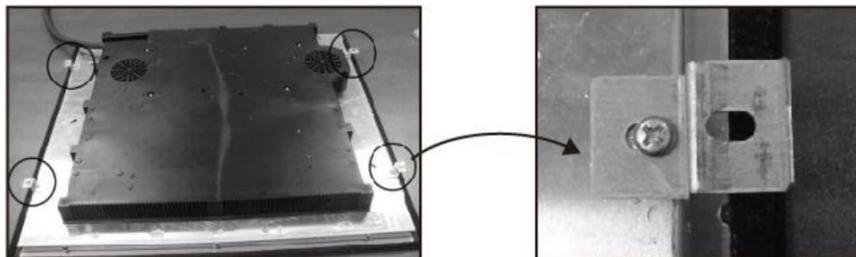

Рис. 5
5. После установки прикрепите варочную поверхность к рабочей поверхности 4 болтами с нижней стороне плиты (см. рис. 5). Отрегулируйте положение монтажного крепления в соответствии с разной толщиной столешницы.